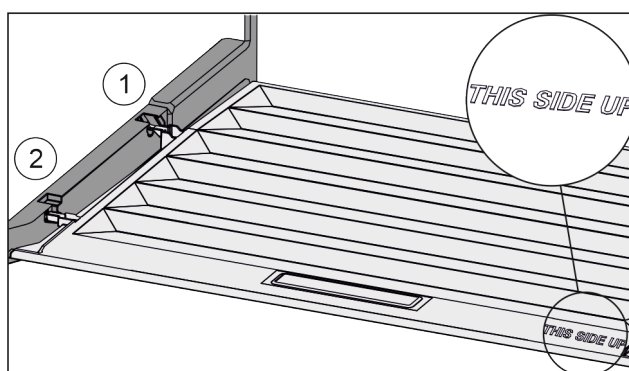

Fig. 148
- ▶ Introduceți nervura capacului prin orificiul suportului posterior Fig. 148 (1) și înclișetați-l în față în suport Fig. 148 (2).